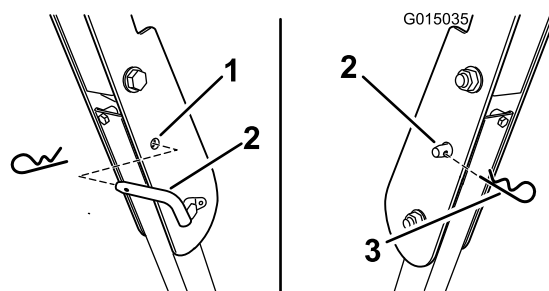

Figure 10
3. Posez les axes de verrouillage. Fixez les axes à l'aide de goupilles fendues (Figure 10).
4. Pour abaisser l'arceau de sécurité, retirez la goupille fendue puis l'axe de verrouillage (Figure 10).